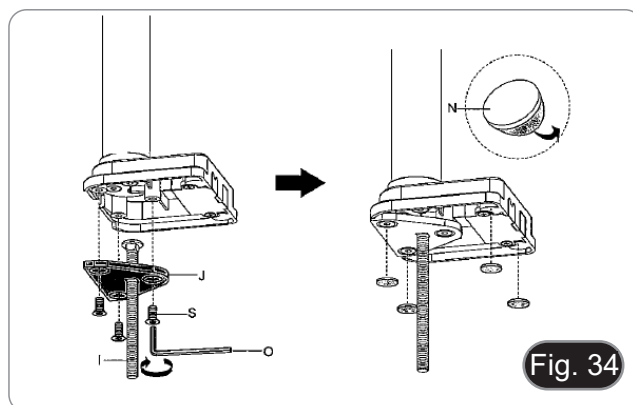

Fig. 34
3. Insérez la vis (I) dans la plaque de fixation (J).
4. Serrez la plaque de fixation à l'aide des trois vis (S). (Fig. 34)
5. Collez les patins en caoutchouc (N) sur la pince de la table.